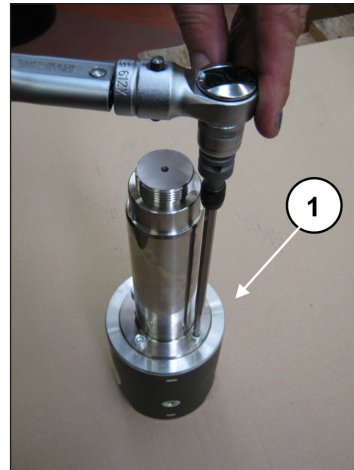

Abb. 47
Drehen Sie zum Trennen der Stange von der Pleuelstange die Zylinderkopfschrauben M6 mit dem entsprechenden Schlüssel ab (Pos. ①, Abb. 47).